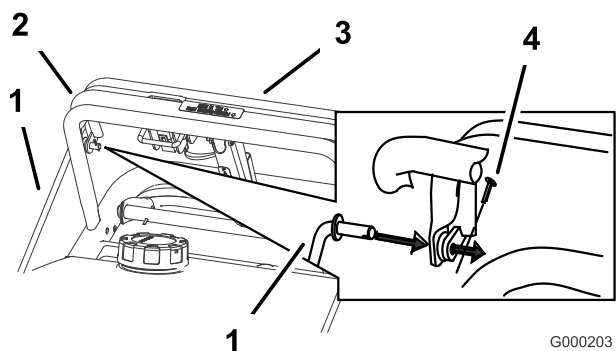

Figure 8
1. Montez les tiges de commande dans la barre de commande supérieure et la barre de commande des lames. Fixez les tiges de commande avec 2 goupilles fendues (Figure 8).